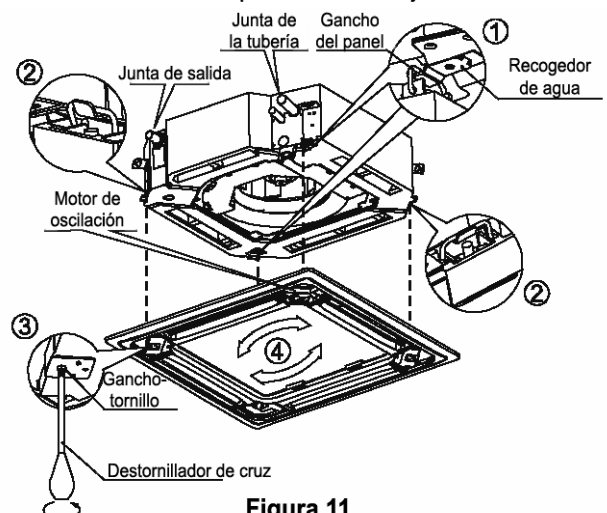

Figura 11
- Alinee correctamente el motor de oscilación del panel con las juntas de las tuberías del cuerpo. (Vea la figura 11)
- Ajuste ligeramente el panel en la dirección de la flecha de la figura 11 (4) para adaptar su centro al centro de la abertura del techo. Asegúrese de que los ganchos de las cuatro esquinas están bien sujetos.